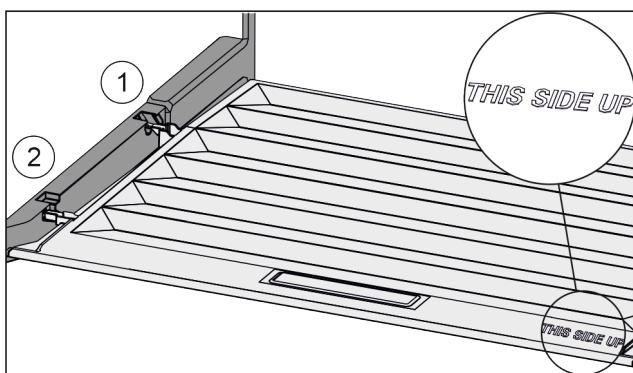

Fig. 69
- Вставить поперечные ребра крышки через отверстие заднего держателя Fig. 69 (1) и защелкнуть спереди в держателе Fig. 69 (2).